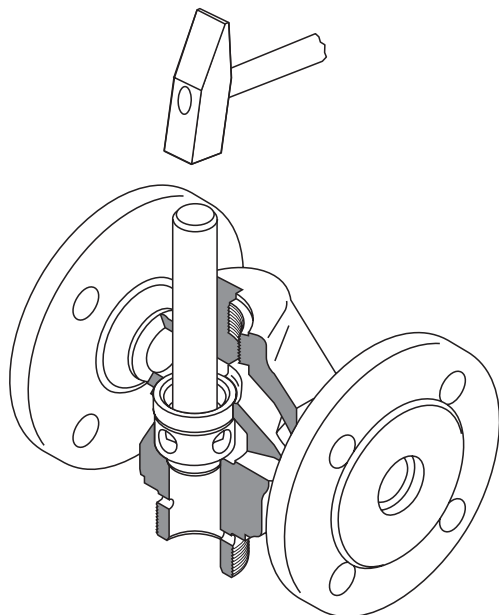

Рис. 13
15. Латунной выколоткой вбить седло в корпус клапана. **Рис. 13**